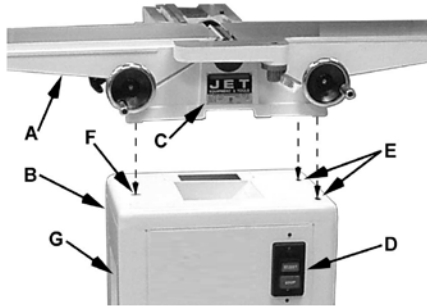

Рис. 2
Установите станок на стенд так, чтобы шкивы располагались на одной стороне, и прикрутите его с помощью поставляемых в комплекте трех специальных болтов и контршайб. Закручивать болты следует снизу (См. Рис. 2).
Как показано на рис.2:
1. Поместите фуговальный узел (A) на верхнюю часть стенда (B). Убедитесь, что табличка (C) на фуговальном узле находится с той же стороны, что и переключатель (D) на стенде.
2. Выровняйте два отверстия на верхней части стенда (E) с отверстиями в фуговальном узле, контролируя их положение через крышку на задней стороне стенда.
3. Прикрепите стенд к фуговальному узлу с помощью двух болтов M10x16 и контршайб (H, рис.2). На данном этапе затяните их только вручную.
4. Выровняйте третье отверстие в стенде (F) с отверстием в фуговальном узле, контролируя его положение через вытяжной штуцер (G).
5. Установите третий болт M10x16 и контршайбу через вытяжной штуцер (G), чтобы закрепить узел на стенде.
6. Затяните все три болта H (рис. 2) с помощью 14-мм ключа.